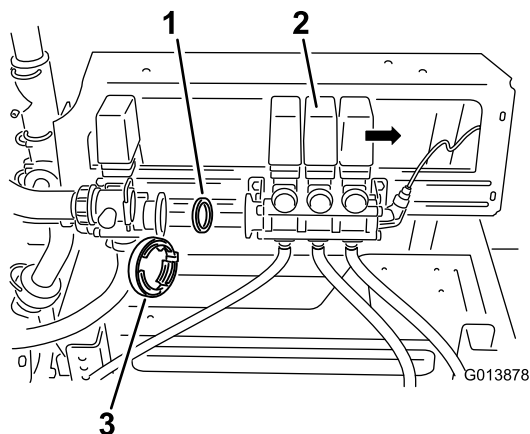

図 5
- 4. バルブボディについている既存のガasketを外す(図 5)。